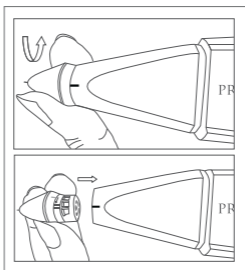

рис. 1
1. Когда прибор выключен, поверните кончик детектора против часовой стрелки, чтобы снять его, как показано на рис. 1.